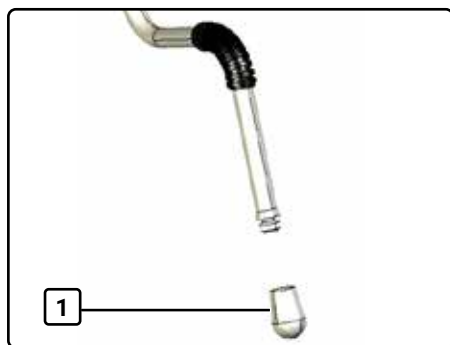

Fig. 9 Buse de lance démontée
2. Dévissez la buse (1, Fig. 9) de la lance à la main et mettez-la de côté.